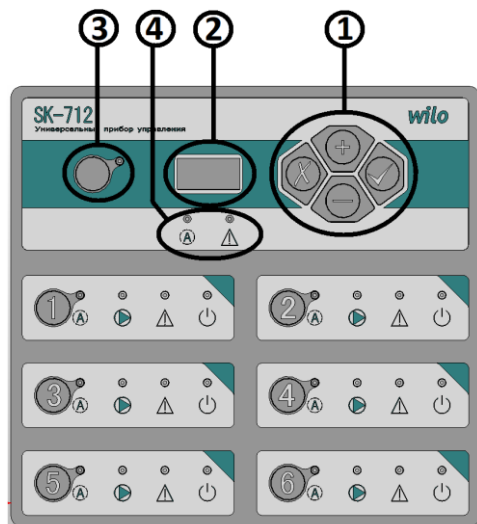

Рис. 6. Элементы панели управления ПЛК
**При включении прибора** на цифровом индикаторе (рис. 6, поз. 2) отображается в течение 2 сек. версия внутреннего программного обеспечения (например – **1.6.6**). После этого осуществляется самодиагностика прибора, во время которой на индикаторе отображается обратный отсчет от 9 до 1. Затем на индикаторе отображается значение измеряемого давления (перепада).
**В случае обнаружения неисправности** насоса загорается светодиод обобщенной аварии системы (рис. 6, поз. 4) и светодиод **Авария** соответствующего насоса в области управления насосами (рис. 7, поз. 8).
При обнаружении неисправности по показаниям внешних датчиков системы загорается только светодиод обобщенной аварии системы (рис. 6, поз. 4).
Для перехода между режимами отображения кода неисправности и отображения измеряемого параметра необходимо нажать клавишу <Esc> на клавиатуре (рис. 6, поз. 1). В случае наличия неисправности, если в течение 10 сек. не используется клавиатура, происходит автоматический возврат в режим отображения кода неисправности.
**Управление параметрами системы** осуществляется при помощи клавиатуры на лицевой панели прибора (рис. 6, поз. 1):